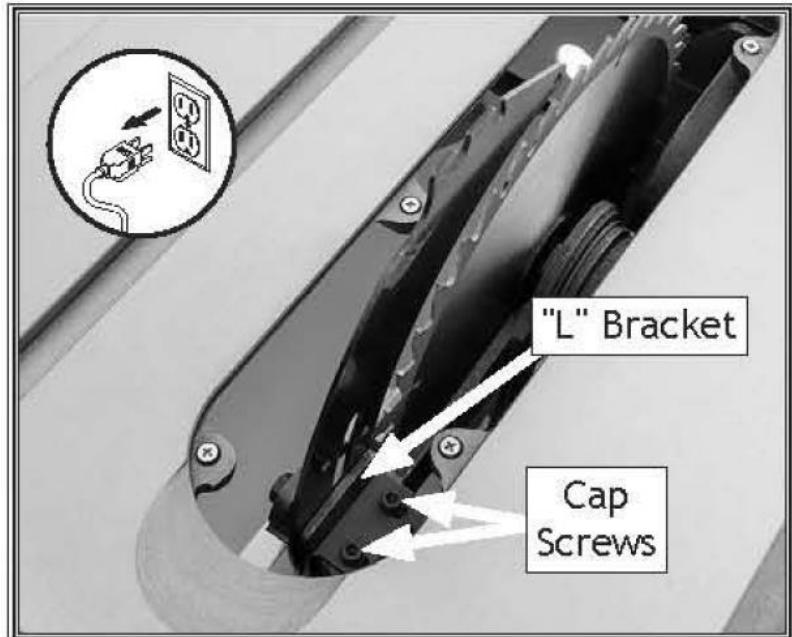

Рисунок 111. Винты с колпачками для регулировки положения расклинивающего ножа.
3. Ослабьте два крепежных винта на кронштейне "L" (см. рис. 111), затем сдвиньте расклинивающий нож чтобы выровнить его в плоскость с диском.